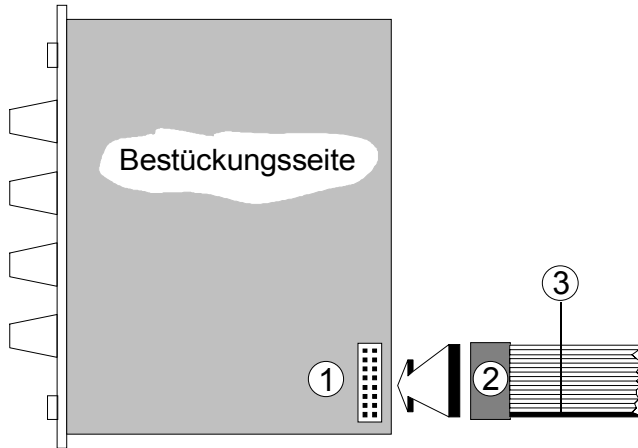

Abb. 2: Montage des Flachbandkabels am Modul
- Schließen Sie das jedem Modul beiliegende **Flachbandkabel** an den **Bus-Stecker des Moduls** (s. ① in Abb. 2) an. In der Regel ist dieser 16-polig, bei einigen Module aber auch nur 10-polig. Suchen Sie beim Flachkabel die passende, aufgepreßte Buchse (s. ② in Abb. 2) aus und drücken Sie diese vorsichtig auf den Bus-Stecker des Moduls.
Achten Sie darauf, daß die **farbige Markierung des Kabels** beim Blick auf die Bestücksseite **unten** liegt (s. ③ in Abb. 2) und daß die Buchsen **bündig** (nicht seitlich versetzt) auf den Steckern sitzen, da andernfalls die Module bei Inbetriebnahme zerstört werden!